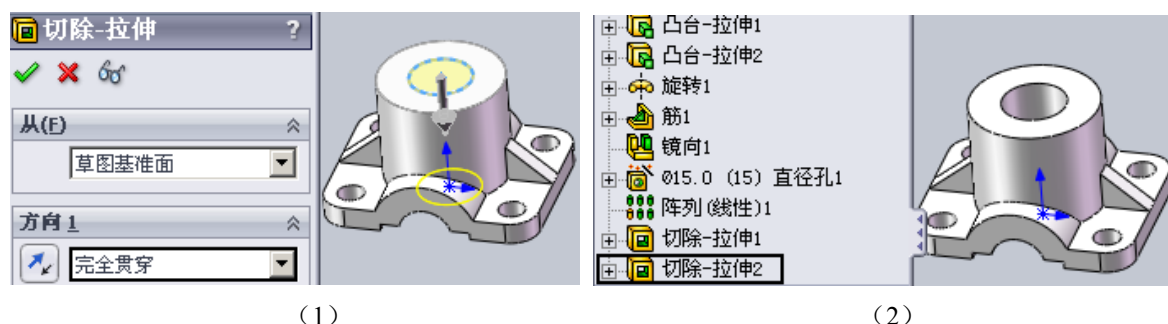

图 1-44 创建拉伸切除特征
单击命令管理器中“拉伸切除”命令 ，单击新绘制的截面轮廓，在界面左侧出现的“切除-拉伸”对话框中，如图 1-44 (1) 所示，“方向 1”处“终止条件”设置为“完全贯穿”，其他采用默认值，单击“”确定，即创建拉伸切除特征，结果如图 1-44 (2) 所示。